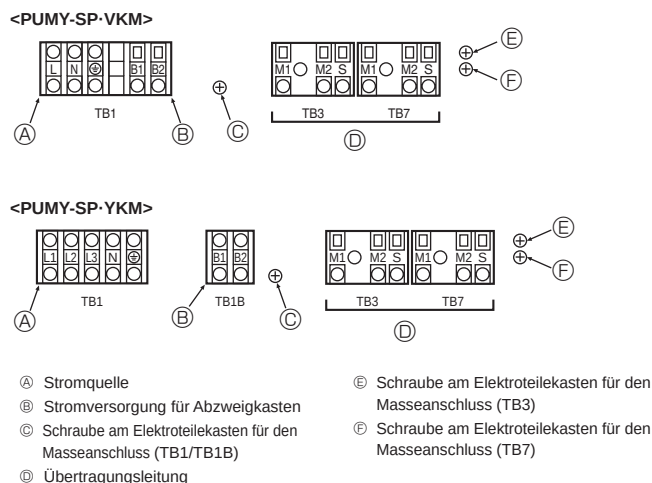

Fig. 6-1
6.2. Reglerkasten und Kabelanschlusspunkte (Fig. 6-1)